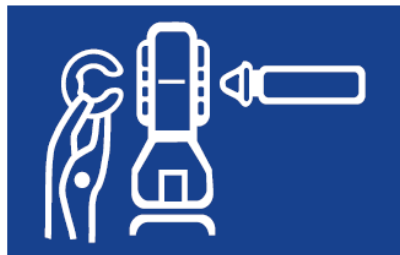

Fig. 5
2. Usuń klips zabezpieczający (Fig. 5).